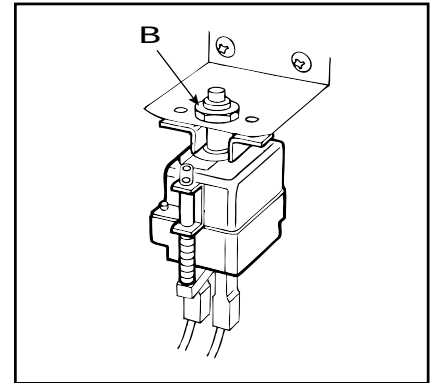

fig. 7
- 3) Extraer los cables de los termostatos y desenroscar la fijación (B - fig. 7) del termostato de seguridad o los tornillos del termostato de cocción fijado en la parte posterior del panel de mandos;